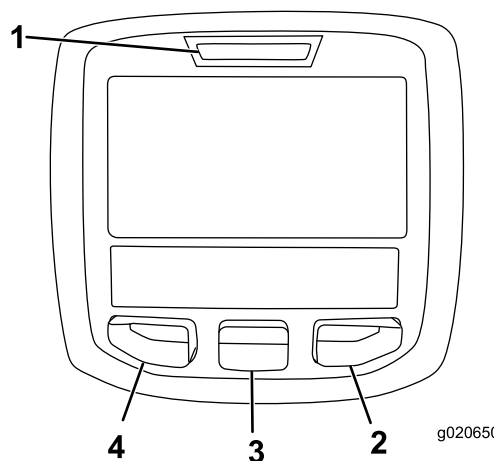

Figura 22
Ecranul LCD InfoCenter afiează informaii despre maină, cum ar fi starea de funcționare, diferite date de diagnosticare, i alte informaii despre maină (Figura 22). Există un ecran de întâmpinare, un ecran cu informaii principale, un ecran cu informaii despre motorul unităii de tăiere (CU) i un ecran cu informaii despre traciune.